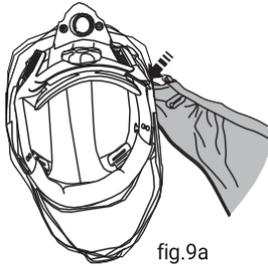
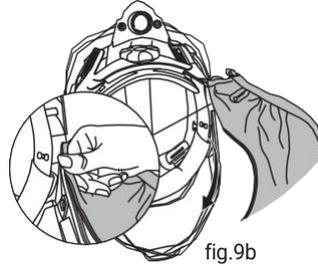

fig.9a
fig.9b
- Fixez le rainurage du bord du joint facial sur le bord du cadre extérieur de la visière (voir fig. 9a), puis appuyez dans la direction de la flèche pour terminer l'installation (voir fig. 9b).